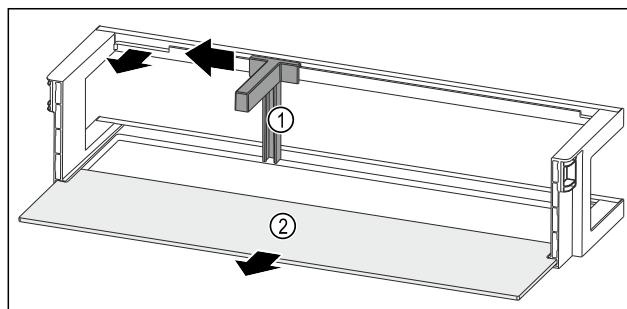

Fig. 96 Дверная полка с держателем для бутылок и съемной полкой
- ▶ Сместите держатель для бутылок Fig. 96 (1) до выемки в сторону.
- ▶ Извлеките держатель для бутылок Fig. 96 (1).
- ▶ Извлеките съемную полку Fig. 96 (2).